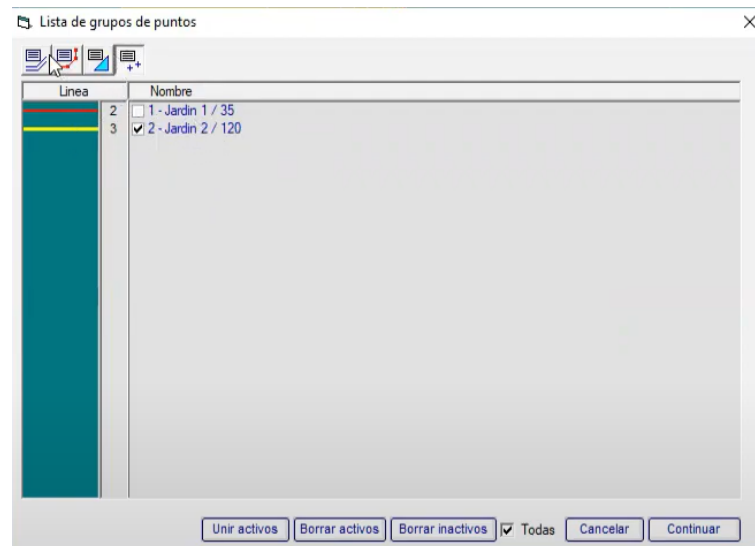

Figura 404. Unir archivo.
36. En la ventana “Lista de grupos de puntos”, desactivar los puntos correspondientes al jardín 1 y presionar el botón “Unir activos” para tener los puntos del jardín 2 en un solo grupo de puntos. Volver a activar los puntos del jardín 1, desactivar los del jardín 2 y presionar “Continuar”. Figura 404